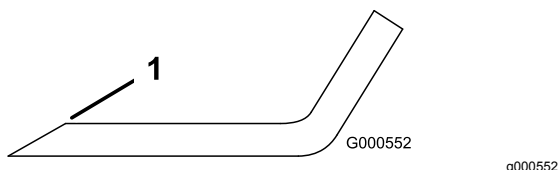

Figura 67
1. Affilate i taglienti da entrambe le estremità della lama con una lima (Figura 67).
Nota: Se la lama non è bilanciata, limate del metallo soltanto dalla costa (Figura 67).